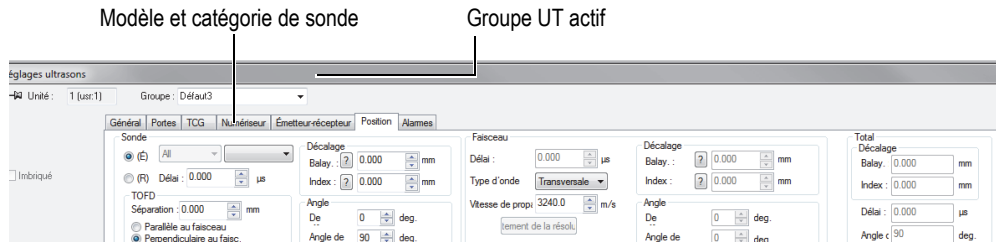

Figure 4-25 Sélection de la sonde dans la barre de dialogue Réglages ultrasons
3. Sélectionnez la catégorie et le modèle de la sonde dans la zone de groupe Sélection de la barre de dialogue **Réglages ultrasons** (Figure 4-25 à la page 128).